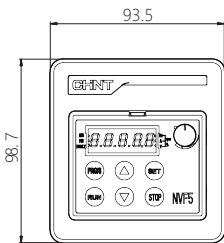
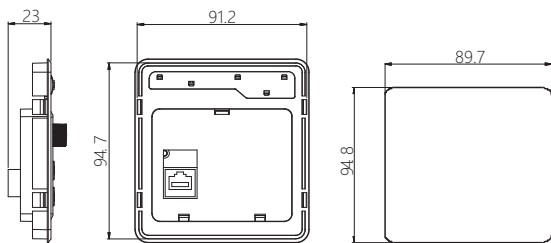

图6-7 托板外形尺寸图
图6-8 柜门开孔尺寸图
b) 第二种情况，显示面板安装在托板上上面，按照托板尺寸开孔即可，其尺寸如图6-7和图6-8所示：